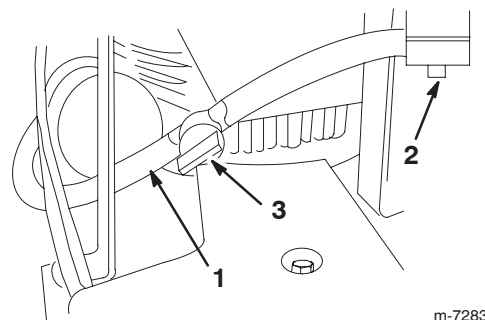

Bild 4
4. Entfernen Sie die rote Kappe vom Ende der Kraftstoffleitung und vom Ende des Krümmers am Kraftstofftank (Bild 4).
5. Schieben Sie das Ende der Kraftstoffleitung auf den Krümmer (Bild 4).
6. Befestigen Sie die Kraftstoffleitung dort mit der Schelle (Bild 4).